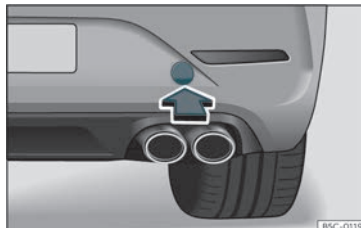

Fig. 45 No lado direito do para-choques traseiro: retirar a tampa.
O alojamento para a argola de reboque enroscável encontra-se na parte direita do para-choques traseiro, atrás de uma tampa »»» Fig. 45.
- Pressione sobre a zona inferior da tampa »»» Fig. 45 para descaixá-la.